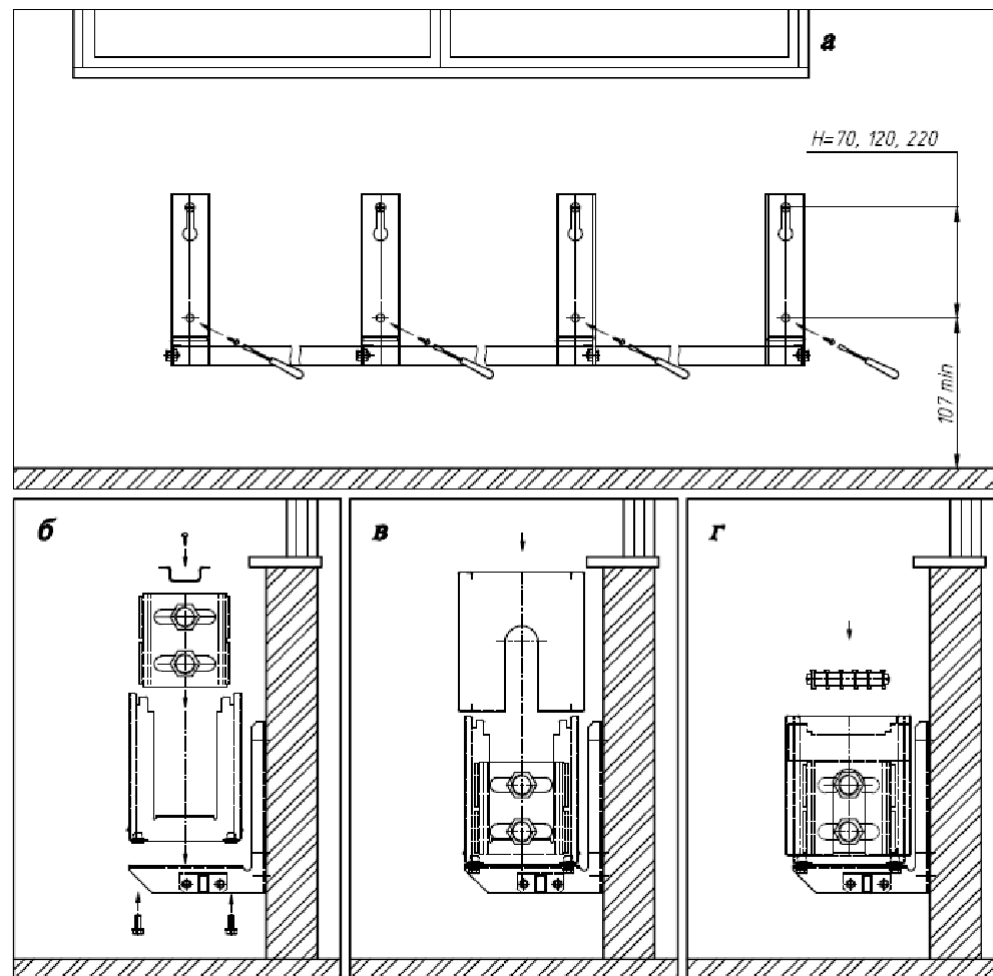

Рис.8
В настенном исполнении винтить верхние шурупы, навесить кронштейны со стяжкой на шурупы, затем установить нижние шурупы, закрепить, подтянуть верхние (рис. 8а).
- 5.9. Установить решётку, сверху заведя её за отгибы боковин, выставить посередине (рис.8г). Защёлкнуть кожух в зацепах, приложив усилие сверху в районе крайних опор.